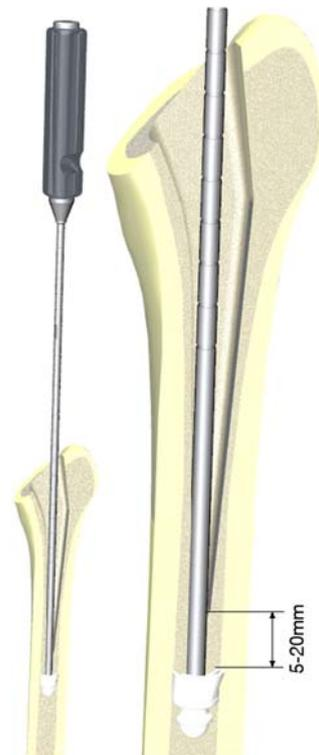

Abbildung 1: Implantation des Zementstoppers mit Setzinstrument für Zementstopper
- Zementstopper auf die Gewindestange des Setzinstrumentes schrauben und damit in den Markraum einbringen (Abbildung 1)